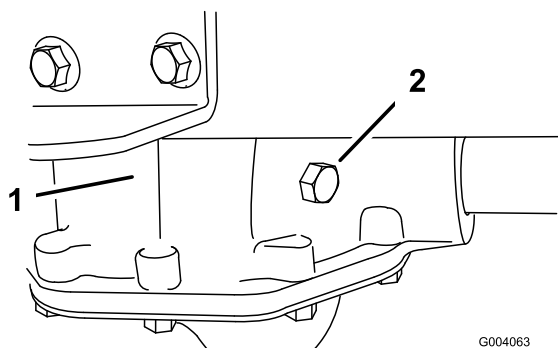

図 35
2. トランスアクスルについている点検ボルトを外す（図 35）。